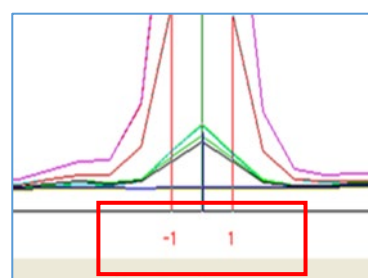

図 53
- ⑬ ピーク位置の左右にオレンジ線が出て下に「-1・1」が表示されます。 図 53